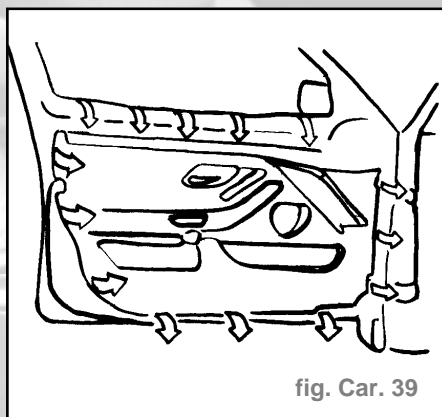

fig. Car. 39
- Déclipser la garniture des portières sur tout le tour (fig. Car. 39)